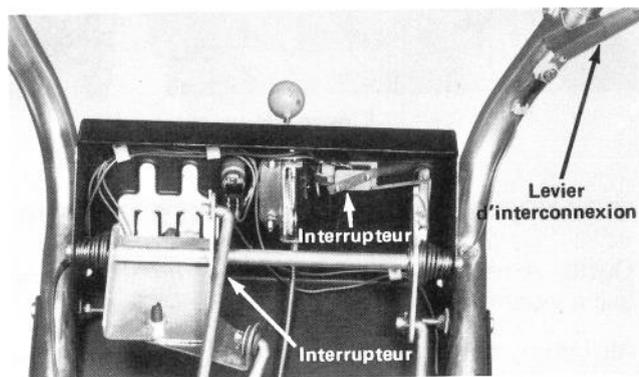

Figure 24
Le système d'interconnexion de sécurité met l'allumage à la masse et arrête le moteur grâce à une série d'interrupteurs (Fig. 24) si l'utilisateur abandonne sa position de conduite avant de placer la commande des roues au point mort (N) et la commande de tarière en position DÉBRAYÉE. Il faut donc comprimer le levier d'interconnexion de sécurité (Fig. 24) contre la poignée du mancheron pour garder le moteur en marche quand les roues sont en prise ou la tarière embrayée. Ce dispositif empêche aussi l'utilisateur de mettre le moteur en marche si les roues sont en prise ou la tarière embrayée.